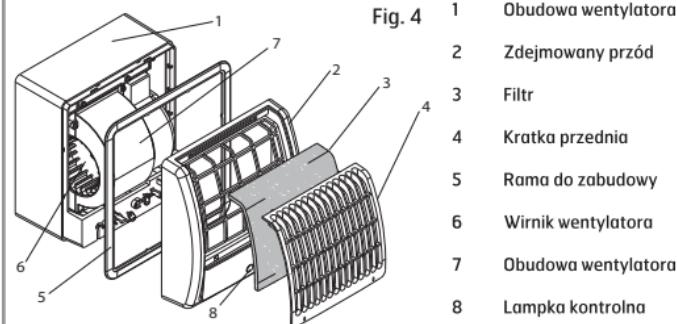
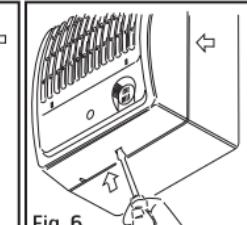
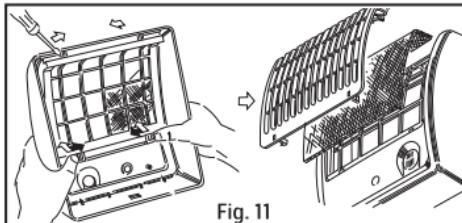

Fig. 4 1 Obudowa wentylatora
Fig. 6
Fig. 11
6. Przy montażu metodą wbudowania otwiera się przednią część wentylatora poprzez zwolnienie zatrzasków znajdujących się na spodzie, rys. 6. Załączoną ramę do zabudowy rys. 4 pkt. 5, mocuje się w nacięciu między obudową wentylatora a jego przednią częścią, aby zakryć otwór w ścianie/suficie.
Proszę otworzyć przednią część wentylatora poprzez zwolnienie zatrzasków znajdujących się na spodzie, rys. 6. Z tyłu przedniej części znajdują się cztery zatrzaski. Proszę je delikatnie ścisać w taki sposób, aby otworzyła się przednia kratka, rys. 11. Umieścić nowy filtr w taki sposób, aby zakrył przednią kratkę. Zamontować przednią kratkę i przednią część wentylatora, rys. 11.